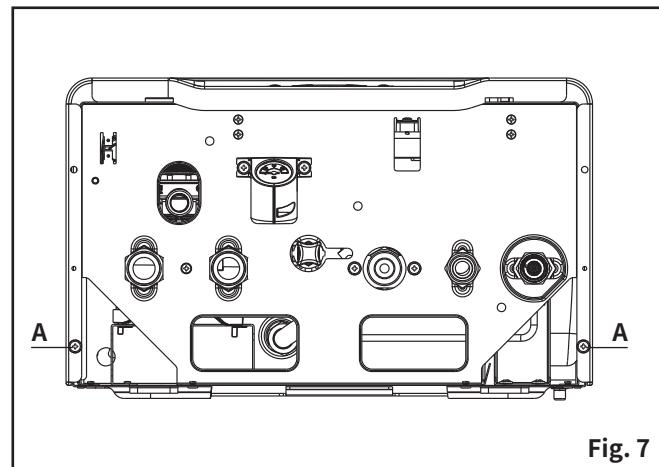
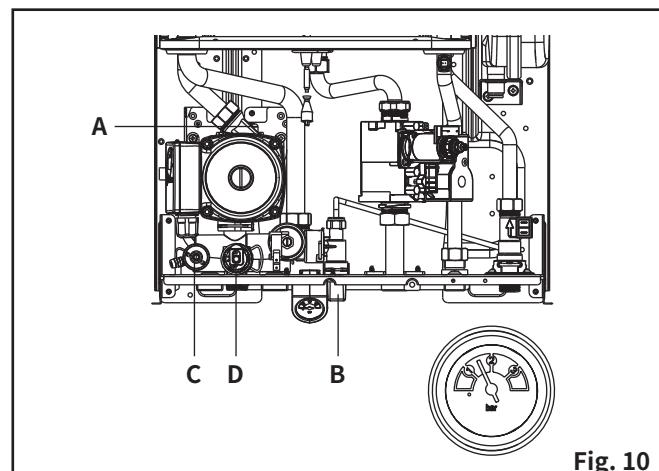

Fig. 7
Fig. 10
4. 电气连接 (Fig.7-Fig.10)
- 松开壳体的固定螺钉 (A) (Fig.7)
5. 系统注水与排空 (Fig.10)